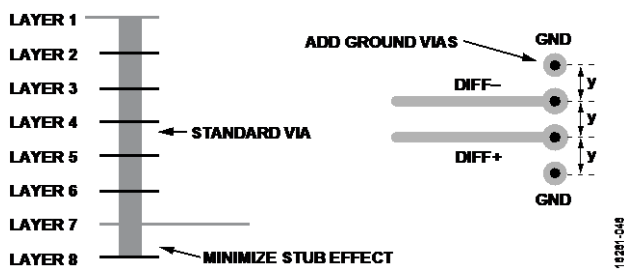

図 83. スタブ効果を最小限に抑え、差動ストリップライン・パターンにグラウンド・ビアを追加
- 標準ビアを使う場合は、ビアの最大長を使ってスタブ・サイズを小さくします。例えば、8 層ボードの場合は 7 層目をストリップライン・ペア用に使います (図 83 参照)。
- 各ビア・ペアには、インピーダンスの不連続性を最小限に抑えるために、その隣にグラウンド・ビアのペアを配置します (図 83 参照)。